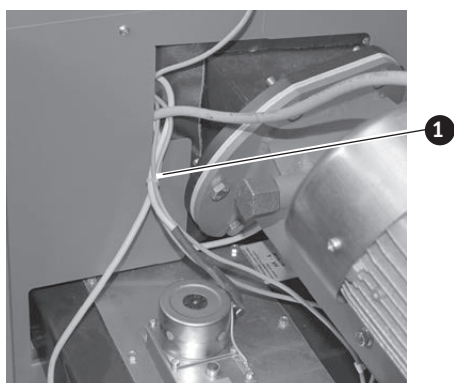

Fig. 148 Unire i cavi con la fascetta per cavi
- ▶ Unire i cavi con la fascetta per cavi – Fig. 148.